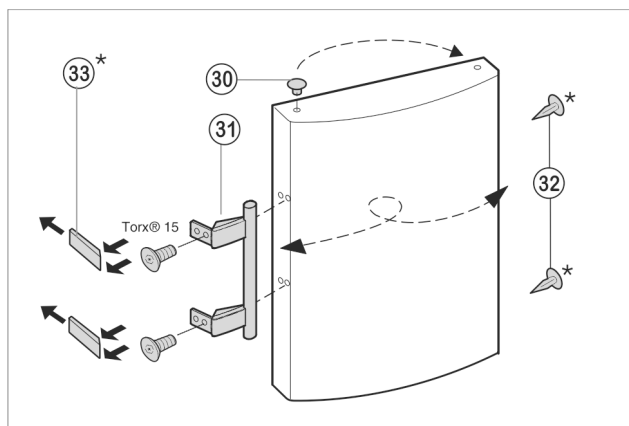

Fig. 10
- Til de stop Fig. 10 (30) uit de deurlagerbus en plaats hem om.
- Monteer deurgreep Fig. 10 (31), stop Fig. 10 (32) en drukplaten Fig. 10 (33) af en monteer ze aan de tegenoverliggende kant.